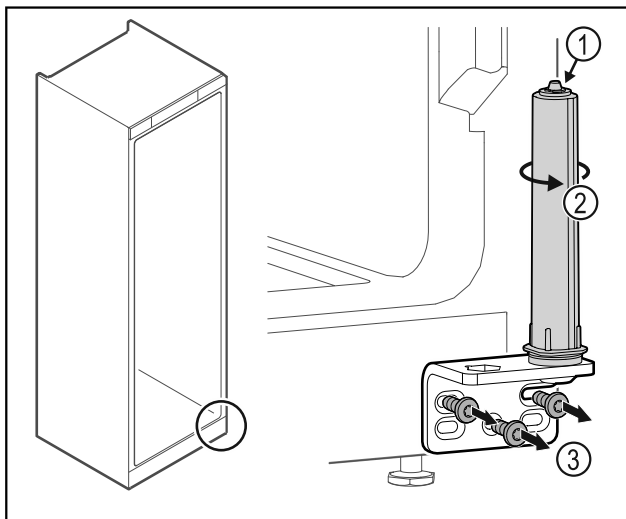

Fig. 38
- ▶ Ne pas désassembler le système de fermeture de la porte Fig. 38 (1).
- ▶ Tourner le système de fermeture Fig. 38 (2) jusqu'à entendre un clic.
- ▶ Dévisser l'équerre de charnière Fig. 38 (3).